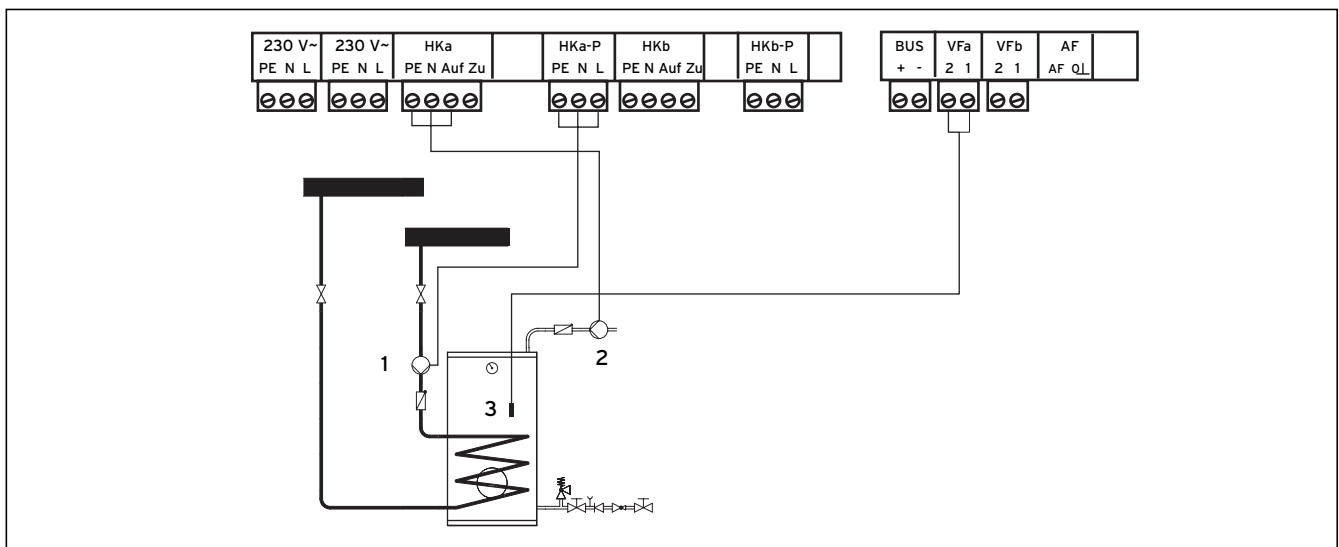

Fig. 5.2 Conexión del circuito de calentamiento como circuito de carga del acumulador
- Realice el cableado de conexión en el módulo de conexiones eléctricas VR 60 según la fig. 5.2.